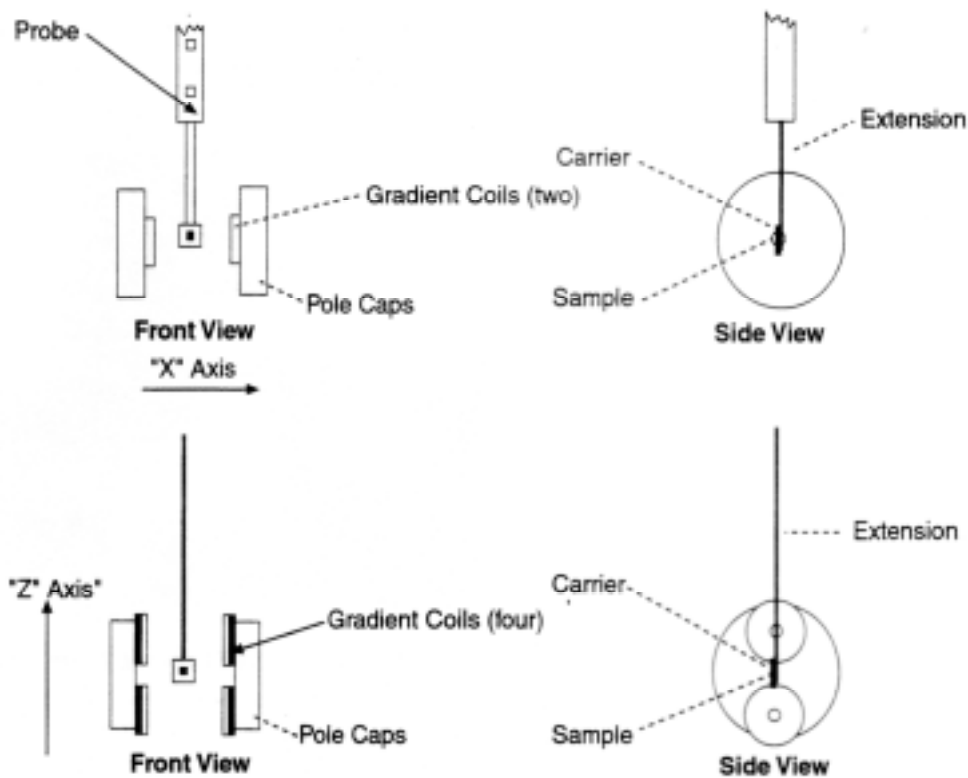

図 10 AGM グラディエントコイル
- 1、 AGM グラディエントコイルを準備します。図 10 に 2 つのコイルと 4 つのコイル (Z - 軸) の構成のものを示します。2 つのコイルのものには左右はありません。Z-軸用のコイルは (クライオスタートを使用する場合はこのタイプのコイルを使用します) 左右があり (マグネットメーターの正面から見て) コイルにその表示がしてあります。
- 3、 それぞれのタイプのコイルのポールピースに取り付けたときの配置を図 10 に示します。各コイルはコイルの中止を 4-40 1/16” のネジで固定します。コイルのケーブルは後ろに出し、コントローラの背面の AGM/VSM Drive connector に繋がります。